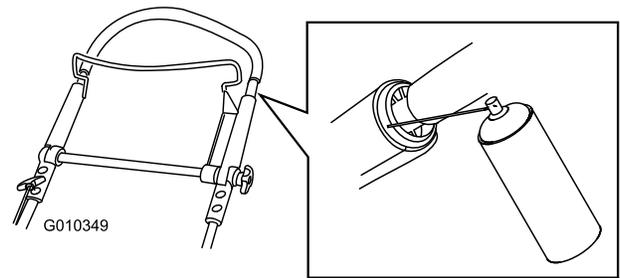

Figura 40
1. Spruzzate il prodotto sull'estremità esterna di plastica della parte interna della stegola (Figura 40).